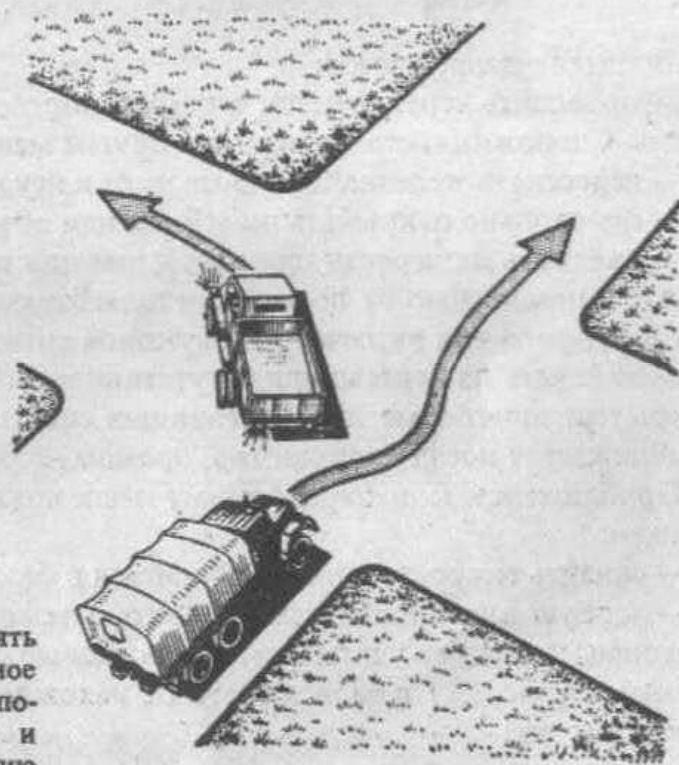

Рис. 20. Разрешается обгонять справа безрельсовое транспортное средство, водитель которого подал сигнал поворота налево и приступил к его выполнению
- справа, как указано на рис. 20.